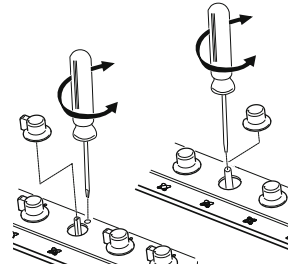

Fig. 8: Regulação do mínimo
2. Extrair o manípulo da torneira do gás e atuar no parafuso de regulação (Fig.8) no interior ou ao lado da haste da torneira (de acordo com os modelos) até obter uma chama mínima regular. Em caso de torneira de gás com 2 vias, (Fig. 12-13), encontra-se 2 parafusos de regulação do mínimo.